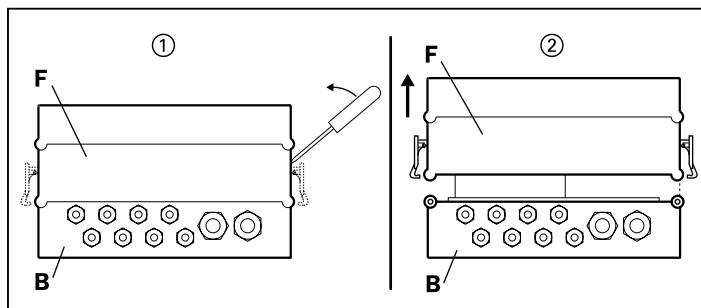

Fig. 4-1: IP 65-hus, frontdel tas av
1. Spennarm-hengselås åpnes med en skrutrekker ① og frontdel tas av ② (se fig. 4-1).